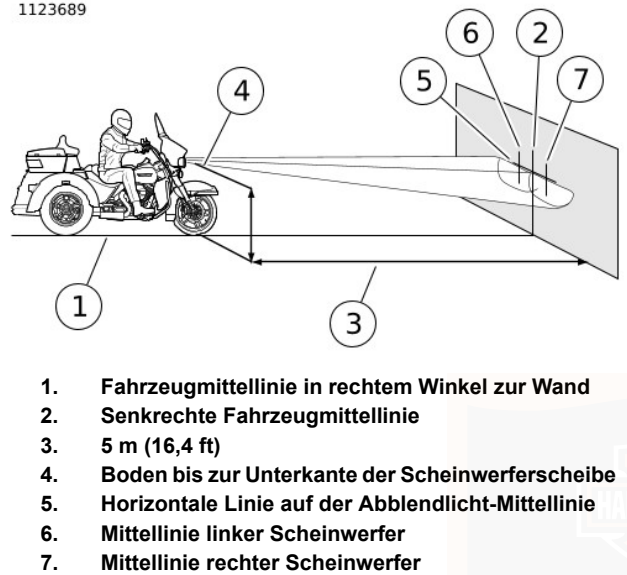

Abbildung 95. Scheinwerferausrichtung: Doppel-LED
Siehe Abbildung 95. Das Motorrad auf einer Linie (1) im rechten Winkel zur Wand parken.